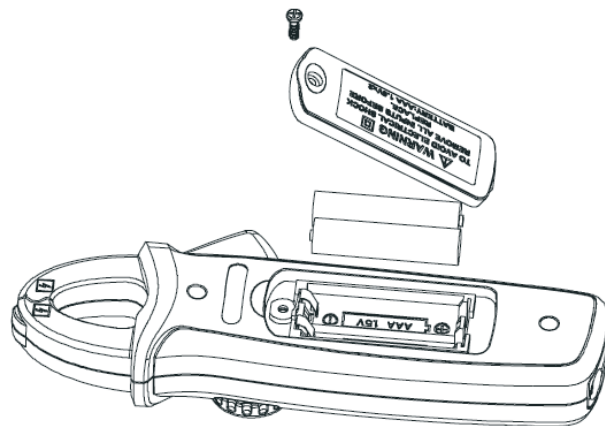

Рис.8
8.2.2. Отверните отвёрткой винт крепления задней крышки, откройте крышку батарейного отсека и выньте разряженные элементы питания как показано на рис.8.